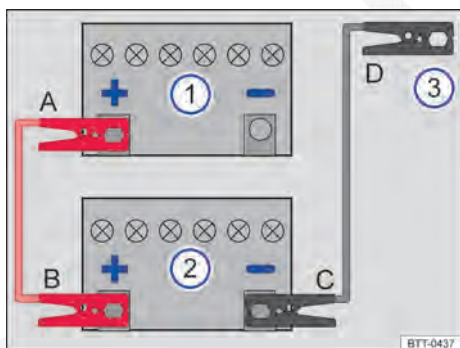
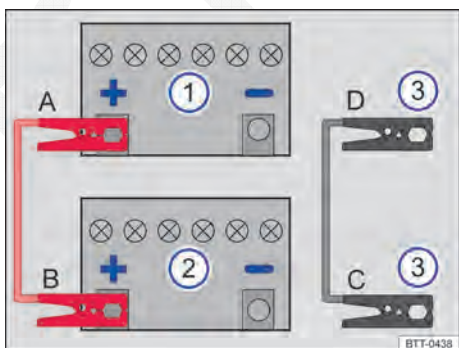

Fig. 232 Esquema para a conexão dos cabos auxiliares de partida dos veículos auxiliares de partida sem sistema Start-Stop.
Fig. 233 Esquema para a conexão dos cabos auxiliares de partida dos veículos auxiliares de partida com sistema Start-Stop.
Legenda para Fig. 232 e Fig. 233:
Conectar o cabo auxiliar de partida somente na sequência **A – B – C – D** ⇒ Fig. 232 ou ⇒ Fig. 233.
- Conectar uma extremidade do cabo auxiliar de partida *vermelho* ao polo positivo (+) ⇒ Fig. 232 ou ⇒ Fig. 233 do veículo com a bateria do veículo descarregada ① ⇒ ⚠.
- Conectar a outra extremidade do cabo auxiliar de partida *vermelho* ao polo positivo (+) da bateria do veículo fornecedora de corrente ②.
- Em veículos **sem sistema Start-Stop**: conectar uma extremidade do cabo auxiliar de partida *preto* preferencialmente num ponto de auxílio à partida (ponto de aterramento) –, senão no polo negativo (–) da bateria do veículo fornecedor de corrente ⇒ Fig. 232 ②.
- Em veículos **com sistema start-stop**: conectar uma extremidade do cabo auxiliar de partida *preto* ⇒ Fig. 233 ③ no ponto de auxílio à partida (ponto de aterramento) (–, ou na argola de reboque dianteira aparafusada, numa peça maciça de metal aparafusada firmemente com o bloco do motor, ou ao próprio bloco do motor.
- Conectar a outra extremidade do cabo auxiliar de partida *preto* ⇒ Fig. 232 ③ ou ⇒ Fig. 233 ③ do veículo com a bateria do veículo descarregada preferivelmente à um ponto de auxílio à partida (ponto de aterramento) ⚡ ⇒ Página 377, ou à argola de reboque dianteira parafusada ⇒ Página 381, à uma peça maciça de metal parafusada firmemente com o bloco do motor ou ao próprio bloco do motor ⇒ ⚠.
- Conectar o cabo auxiliar de partida somente na sequência **D – C – B – A** ⇒ Fig. 232 ou ⇒ Fig. 233.